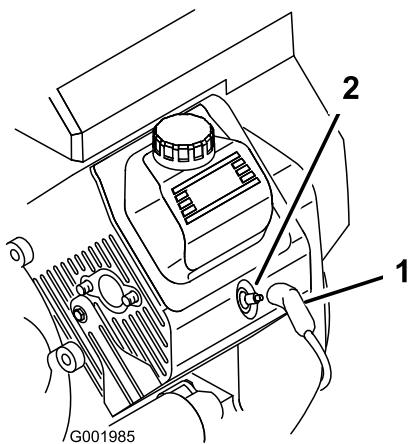

Figura 44
3. Staccate il cappellotto dalle candele (Figura 44).
3. Collegate i cappellotti alle candele (Figura 44).